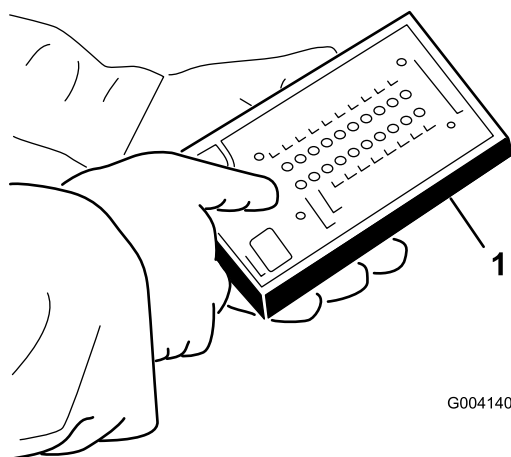

Figure 19
4. Branchez le connecteur de l'outil de diagnostic ACE au connecteur du faisceau de diagnostic (Figure 19).